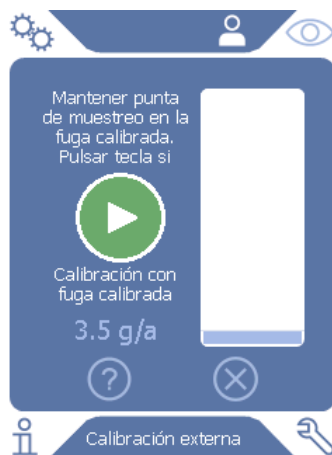

Fig. 14: Pantalla al calibrar externamente
- 2 Introduzca la tasa de fuga para la calibración para el gas de prueba y confirme con . Alternativamente introduzca la tasa de fuga deseada mediante la pantalla de calibración en la pantalla táctil, véase "Fig. 14: Pantalla al calibrar externamente", página 45.